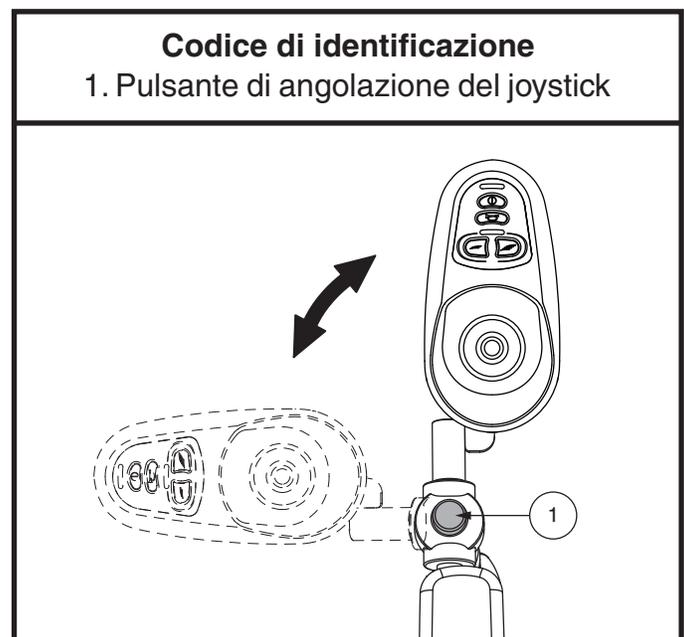

Figura 11. Regolazione dell'angolazione del joystick
1. Premere e tener premuto il pulsante di angolazione del joystick e ruotare il joystick verso destra o verso sinistra nella posizione desiderata. **Vedere figura 11.**